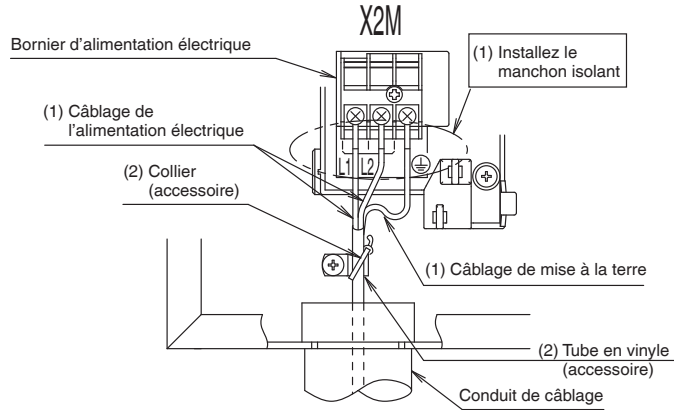

Fig. 4
- (1) Installez un manchon isolant sur le câblage de l'alimentation électrique/mise à la terre et veillez à les raccorder au bornier d'alimentation électrique.
- (2) Utilisez le collier (accessoire) pour fixer le câblage de l'alimentation électrique/câblage de mise à la terre à l'intérieur du panneau de commande du réservoir de manière à ce qu'aucune force externe ne soit appliquée à la borne, comme indiqué dans la Fig. 4.